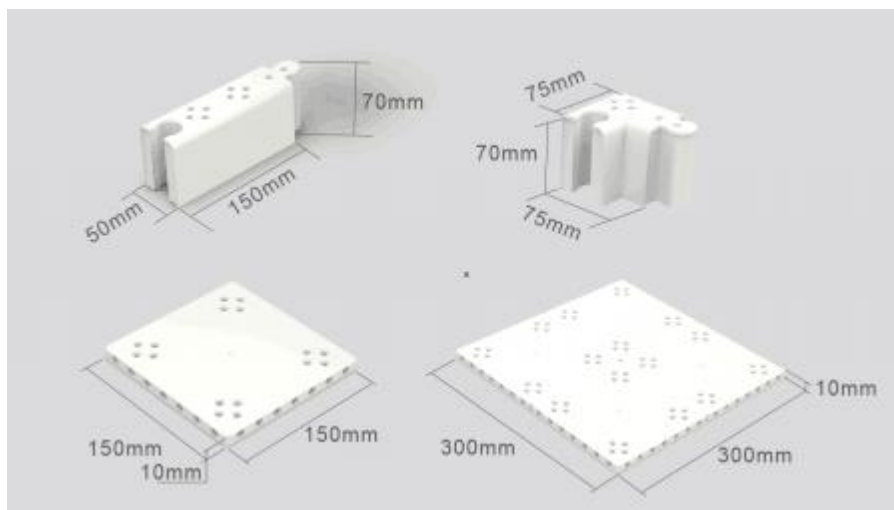

图2 可拼装的塑料部件
2.1.1 赛台是用可拼装的塑料部件拼接而成的。这些部件有边长 150mm 的方形小底板、边长300mm 的方形大底板、150mm×70mm×50mm 的挡板及外边长 75mm 的转角等四种，如图 2所示。